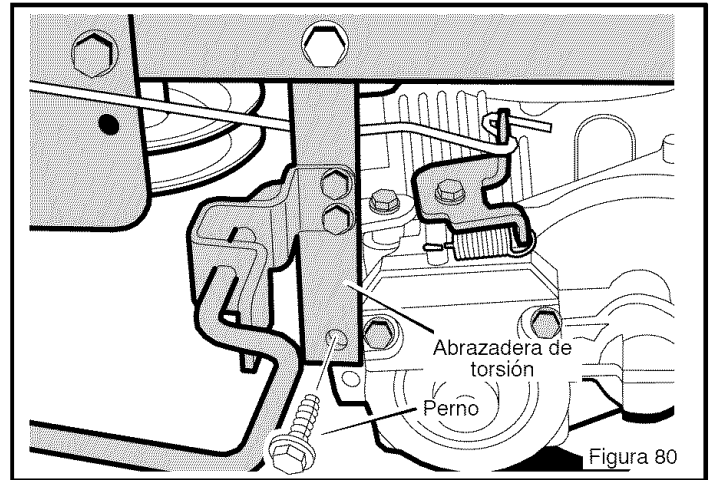

Figura 80
5. Retire la **perno** de la **abrazadera de torsión** (Figura 80).